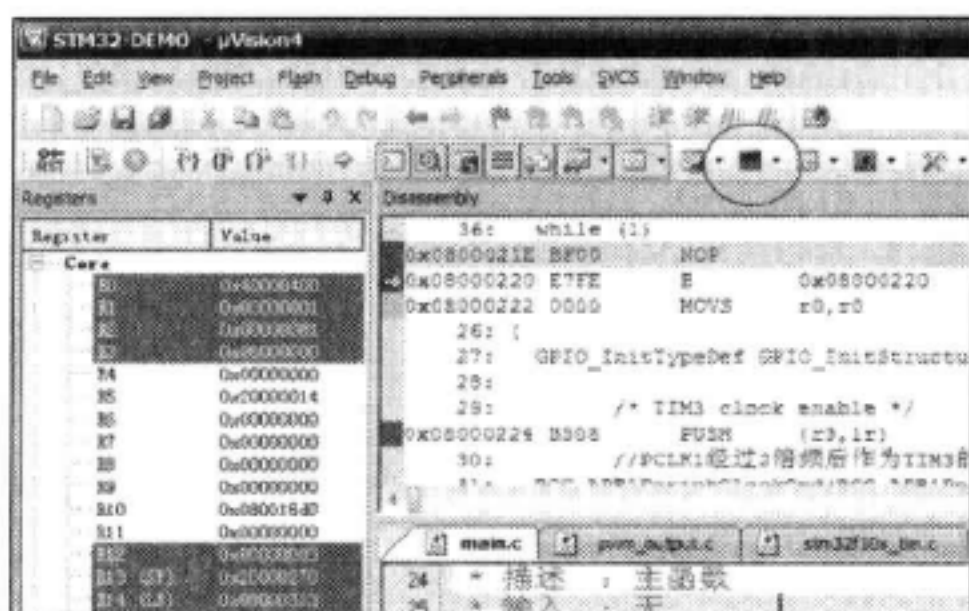

图 13-14 点击 Analysis Windows
2) 点击 Analysis Windows 选项图标, 见图 13-14。